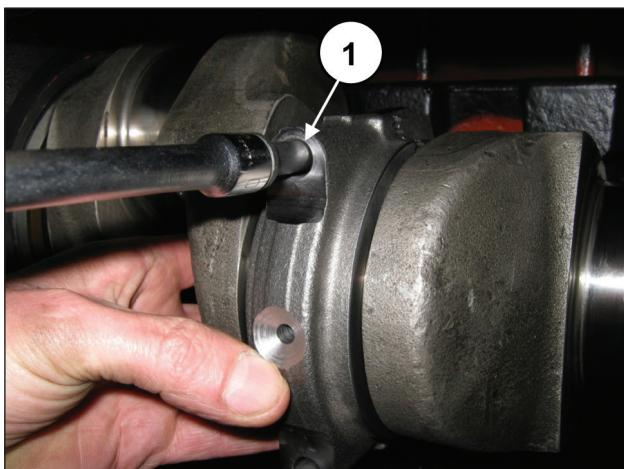

Fig. 70
Fixer les chapeaux sur les demi-bielles à l'aide des vis M10x1,5x80 (rep. ①, Fig. 70).